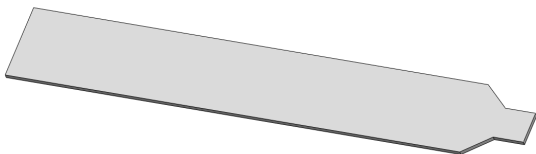

图 13-5 创建基体法兰特征
(5) 退出草图绘制环境，弹出【基体法兰】属性管理器，设置【厚度】为 1，单击【确定】按钮，创建基体法兰特征，如图 13-5 所示。